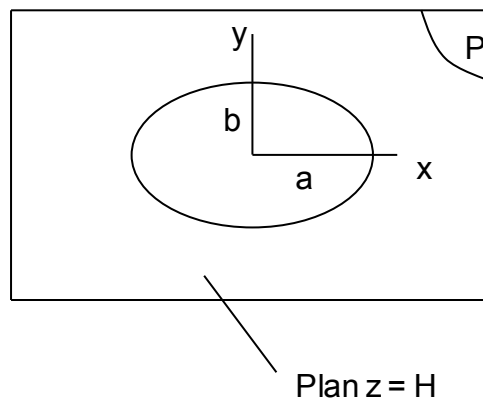

**Figure 3.2-a : Barreau fissuré**
- 1) si on souhaite définir un barreau fissuré de part en part dans son plan à la hauteur  $z=H$  (voir [Figure 3.2-a], sur laquelle la fissure est hachurée) :
- 2) si on souhaite définir une fissure elliptique dans un massif infini dans un plan à la hauteur  $z=H$  (voir [Figure 3.2-b], sur laquelle la fissure est hachurée) :